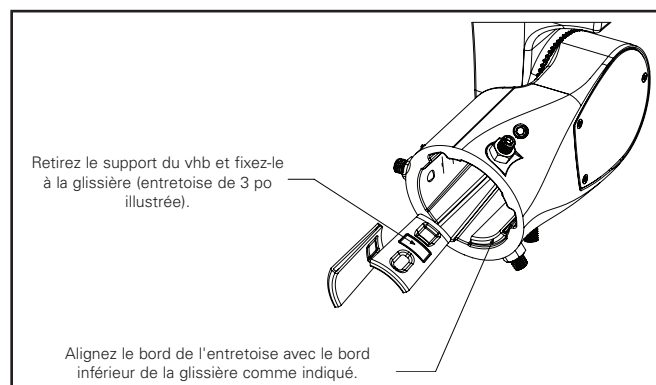

Figure 13.
1. Desserrez les trois (3) vis n° 8 pour enlever le couvercle d'accès du bras avec adaptateur d'emboîtement. Mettez-le de côté.
2. Retirez le bouchon de protection situé sur le côté inférieur du bras avec adaptateur d'emboîtement et jetez-le. Installez la taille d'entretoise appropriée pour votre tenon, comme indiqué à la figure 13.
4. Une fois le luminaire en place, serrez à la main les trois (3) vis de réglage angulaires pour les fixer solidement. Serrez à la main les trois (3) vis de réglage inférieures, puis les vis de réglage angulaires supérieures à un couple de 20 pi-lb. Installez les trois (3) écrous hexagonaux sur les vis de réglage inférieures et serrez les trois (3) vis de réglage et les (3) écrous à un couple de 27.12 Nm (20 pi-lb).